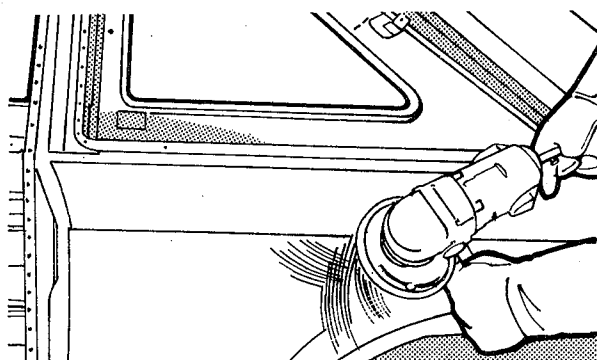

fig. 149
11. Soldar, pelo sistema MIG, as uniões do novo painel com o painel da soleira, coluna "B", e painel remanescente (fig. 149)
14. Lixar as áreas preenchidas com estanho (fig. 149)